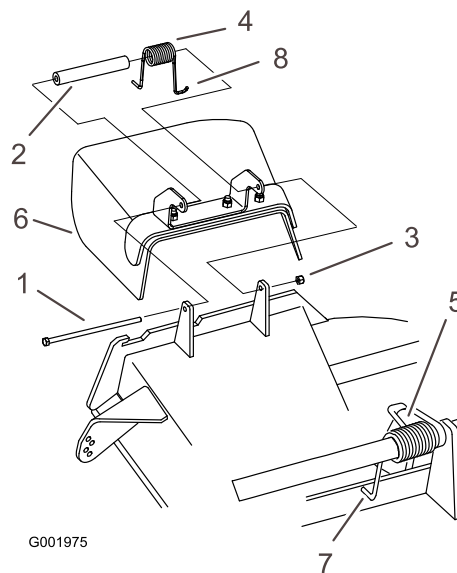

Figure 73
1. Retirez le contre-écrou, le boulon, le ressort et l'entretoise qui fixent le déflecteur aux supports de pivot (Figure 73). Enlevez le déflecteur s'il est endommagé ou usé.
Remarque: Prenez soin de placer l'extrémité en L du ressort derrière le bord du tablier avant de mettre le boulon en place, comme indiqué à la Figure 73.
3. Remettez le boulon et l'écrou. Accrochez l'extrémité en J du ressort au déflecteur d'herbe (Figure 73).